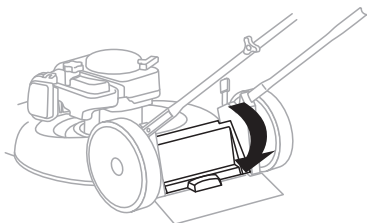

Fig. 10
2. Baje y cierre la cubierta de descarga trasera. La cortadora de césped está lista para cubrir con mantillo (Fig. 10).